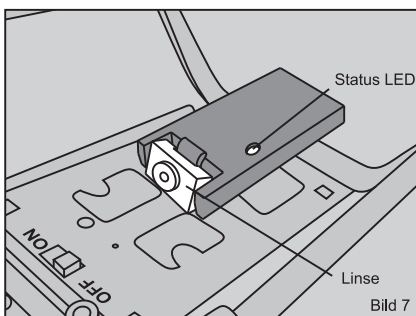

Bild 7
2. Die Status LED unter der Kamera leuchtet grün, wenn diese im Stand-By Modus ist, während der Aufnahme blinkt sie rot (Bild 7).